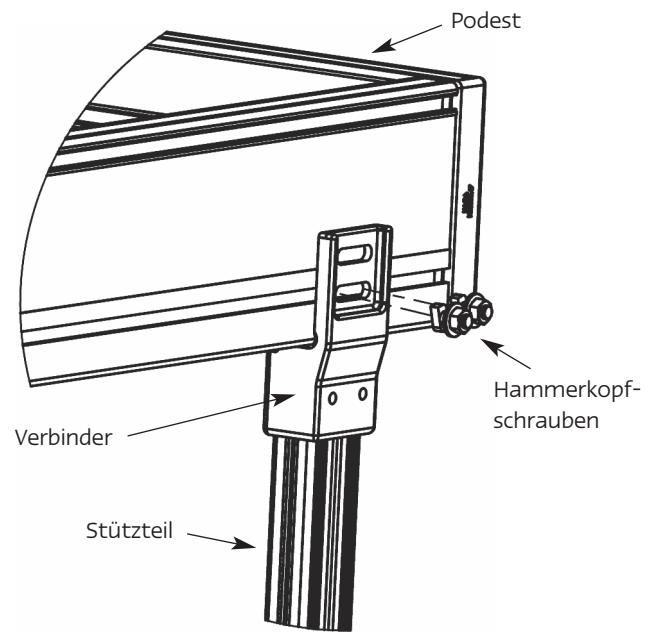

Abb. 8
3. Aufstieg mit Podest auf die seitlichen Verbinder vom Stützteil und auf die Längsstrebe der Unterkonstruktion einlegen, ausrichten und die Hammerkopfschrauben einführen und festziehen (Abb. 8 u. 9) Verbinder evtl. lösen, um Hammerkopfschrauben besser / leichter montieren zu können.